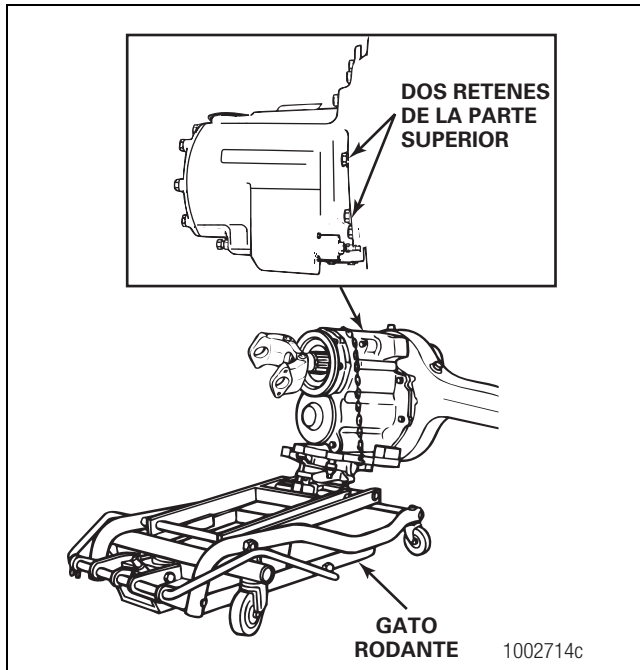

Figura 3.9
1. Coloque un gato hidráulico rodante debajo del portadiferencial para sostener el conjunto. Figura 3.9.
2. Desmonte todos los tornillos prisioneros — o todas las tuercas de espárragos y arandelas — del portadiferencial, a excepción de los dos de la parte superior. Figura 3.9.